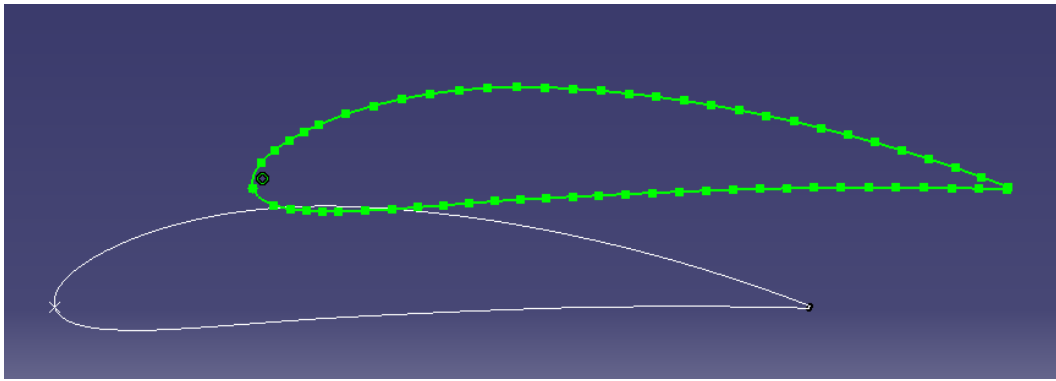

Figura 27. Diedro y Flecha
- En la Figura 27 se puede visualizar como modifica la ubicación del perfil de la punta del ala respecto al del encastre al introducir flecha y diedro al ala que se esta diseñando.